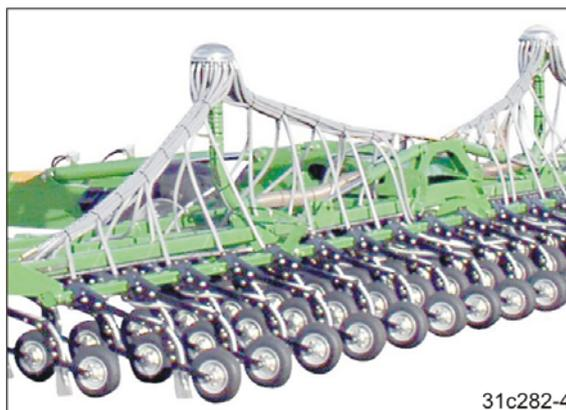

Fig. 205
5. Basculez le bâti arrière (Fig. 205/) en position de travail.